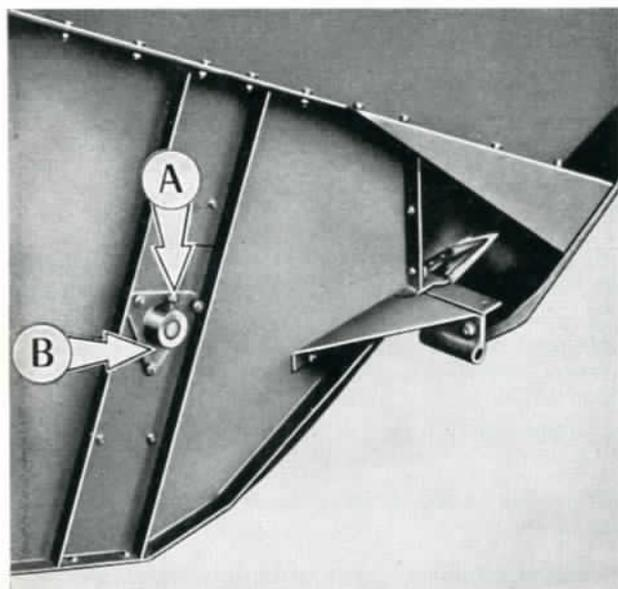

FIG. 18
1. Se placer sur le côté droit du tablier (fig. 18).
2. Desserrer la vis de blocage (A) de l'arbre de la vis d'alimentation.
4. Bloquer la vis (A).